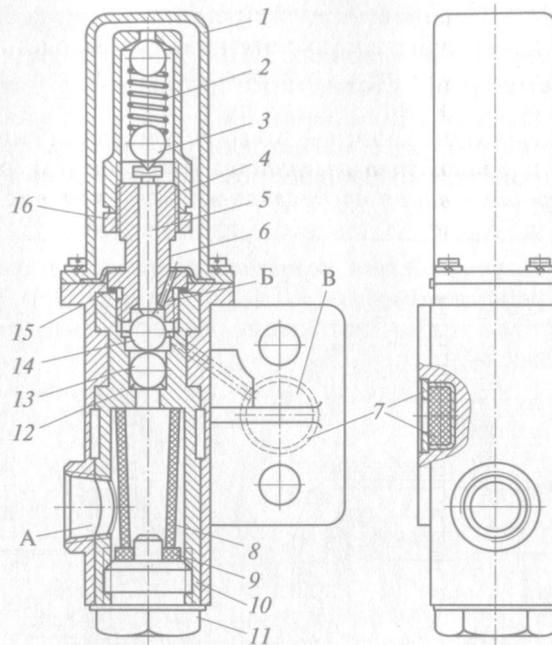
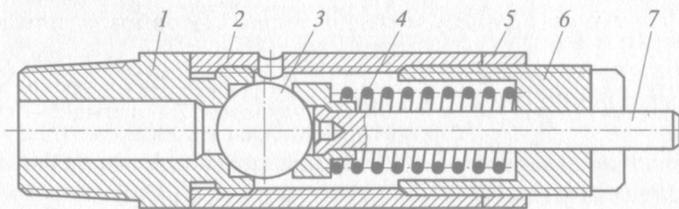

Рис. 5.10. Регулятор давления автомобиля ЗИЛ-130:
Рис. 5.11. Предохранительный клапан пневматического тормозного привода автомобиля ЗИЛ-130:
25. Изучить **устройство регулятора давления** (см. рис. 5.10) и **регулировку срабатывания предохранительного клапана** пневматического привода тормозов (см. рис. 5.11) **автомобиля ЗИЛ-130**. Не-